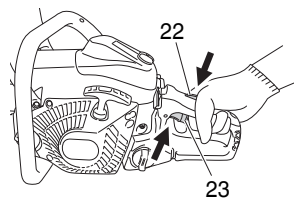

Fig. 17
8. Dès que le moteur a démarré tirez à fond la manette des gaz (23) avec le blocage de la manette des gaz (22) puis relâchez-la immédiatement. (Fig. 17)